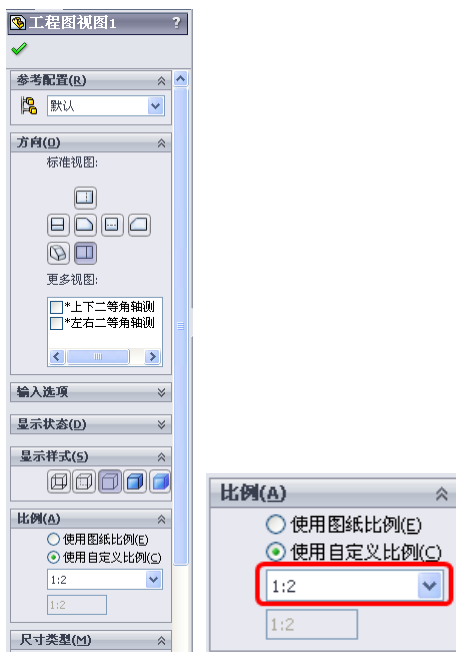
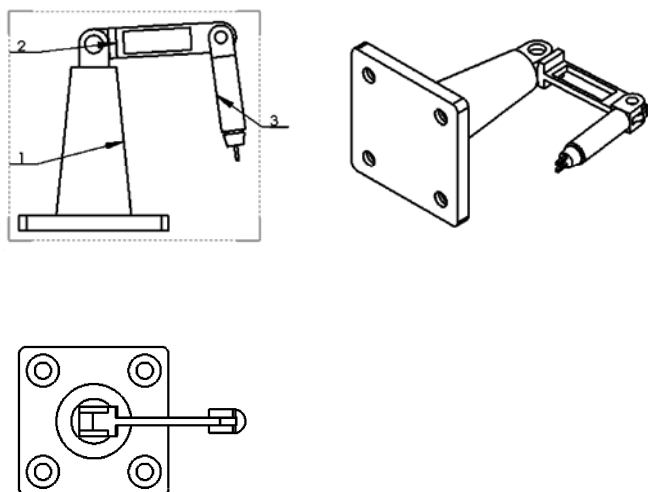

图 12-80 “工程图视图 1”属性管理器
图 12-81 模型视图
(6) 调整视图比例。单击上视图模型，在左侧弹出“工程图视图 1”属性管理器，在“比例”选项组下点选“使用自定义比例”单选组，在下拉列表中选择“1:2”，如图 12-80 所示放大视图。同样的方法调整其他两个视图，结果如图 12-81 所示。